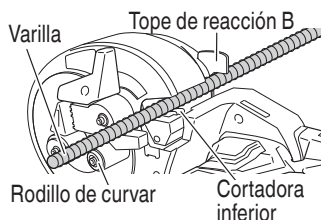

Fig. 35
- (2) Coloque la varilla que va a ser cortada por encima de la cortadora inferior (Fig. 35). Asegúrese de que haya longitud suficiente para que la varilla se enganche por completo en el tope de reacción B.